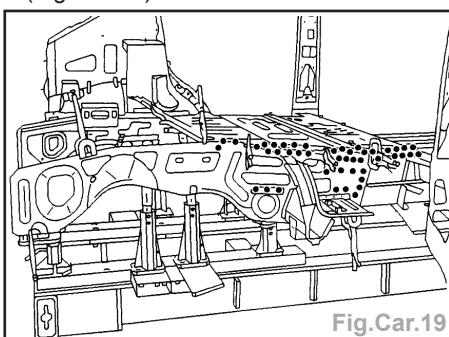

Fig.Car.19
- Poser la tôle de fermeture de brancard, souder par points bouchon MAG et meuler les points de soudure (Fig.Car.19).